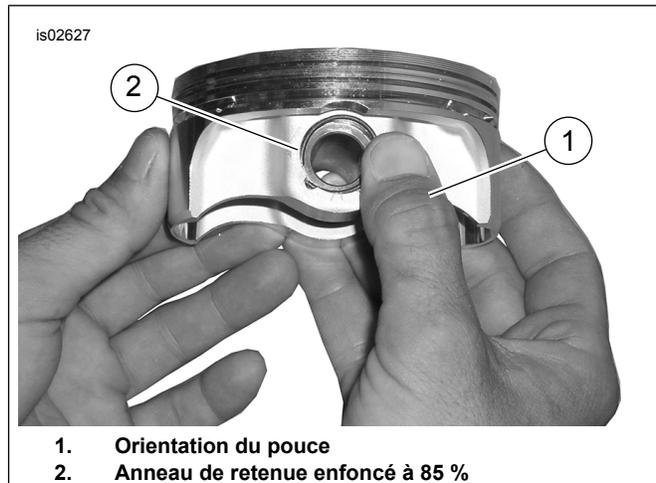

Figure 4. Pose de l'anneau de retenue
- Voir Figure 4. Placer le pouce (1) comme indiqué. Appuyer fermement jusqu'à ce qu'environ 85 % de l'anneau de retenue (2) soit installé dans la rainure.